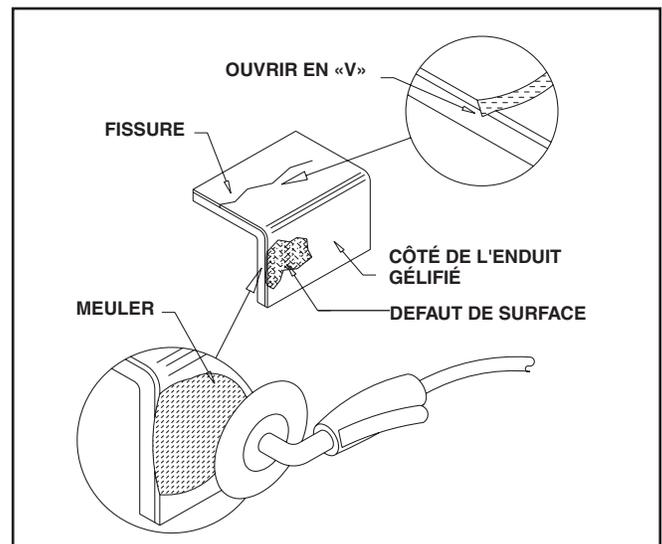

Figure 19 - Sablage de la zone
1. Dégager la section à réparer en sablant la zone (environ 25 mm autour de l'égratignure) avec un papier abrasif au grain n° 100, soit manuellement ou avec une ponceuse rotative. Voir Figure 19.